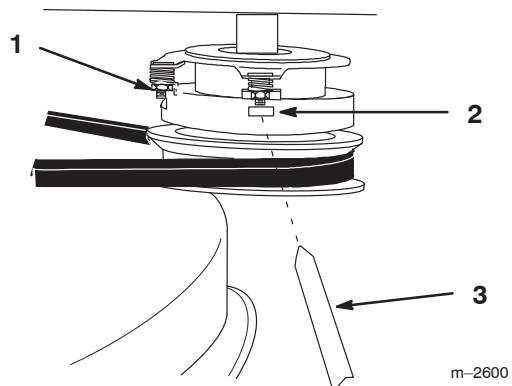

Bild 51
- Ziehen Sie die Sicherungsmuttern an den Flanschbolzen zum Einstellen der Kupplung fest oder lockern Sie sie (Bild 51).
- Prüfen Sie die Einstellung, indem Sie eine Führerlehre durch die Schlitze neben den Bolzen einführen (Bild 51).